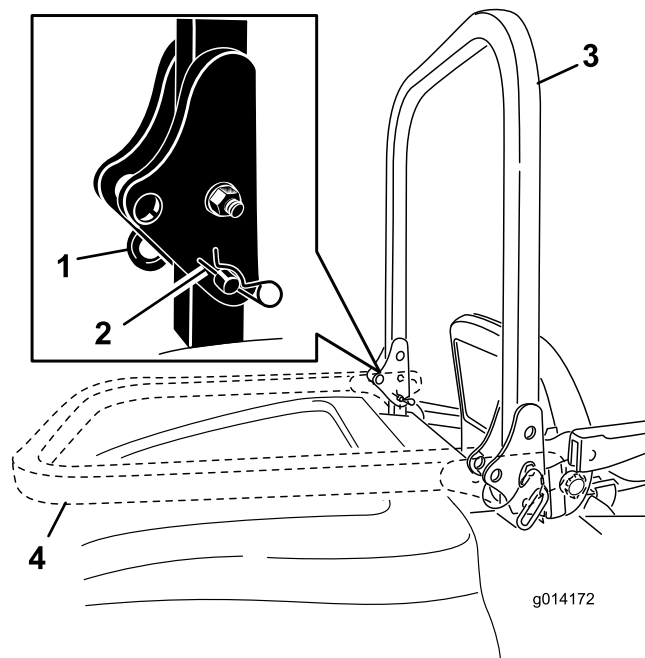

図 10
1. ROPSを下げるには、バーを前方に押し固定ピンに掛かっている力をゆるめた状態で、左右の固定ピンを抜き取る(図10)。
2. バーを降ろす(図10)。
3. ピンとヘアピンコッターで固定する(図10)。
4. ROPSを立てるには、機体の左右でヘアピンコッターを抜き、ピンを外す(図10)。
5. ROPSをまっすぐに立ててピンで固定し、ヘアピンコッターでロックする(図10)。